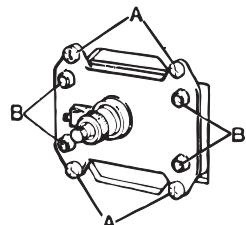

Fig. 16
- Skruta fast mekanismen med de 4 självgångande skruvarna (fig. 16) och ta bort spaken.
- Montera kåpan och se till att snäppena sitter ordentligt i mekanismens fyra fästen (B fig. 16).